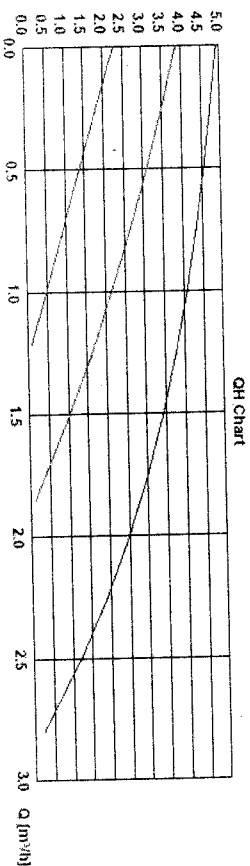

Figura 25
17.8 Pompa de circulație este reglată din fabrică să funcționeze la viteză maximă, adică un debit de 1000 l/h cu o înălțime de pompare de 4 m. Pompa poate fi reglată să funcționeze la o viteză mai mică în funcție de cerințele instalației de încălzire (*figura 25*)